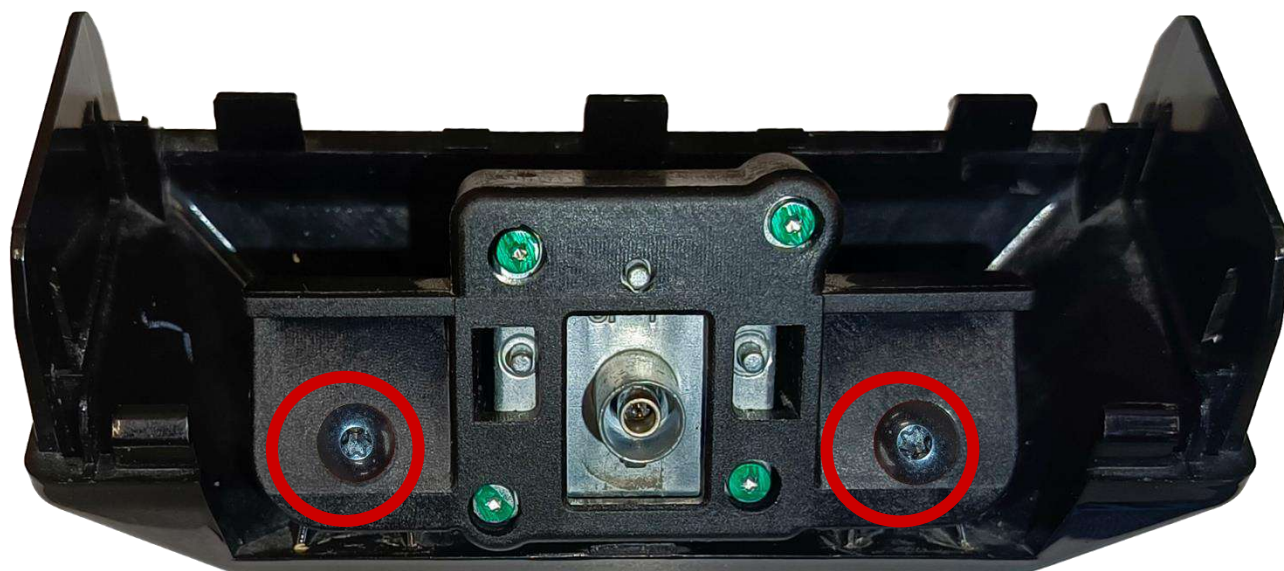

Рисунок 3
- открутить два самореза Torx 10 и извлечь камеру с кронштейном из корпуса (рис.3);